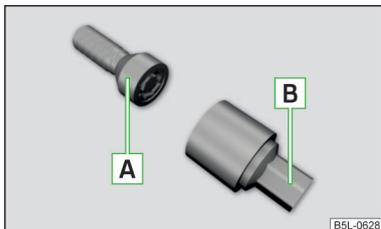

Fig. 183
Os parafusos anti-roubo da roda protegem as rodas de serem roubadas. Estes só podem ser **soltos/apertados** com a peça de encaixe **B** » Fig. 183.
- » Colocar a peça de encaixe **B** » Fig. 183 até ao batente no parafuso anti-roubo da roda **A**.
- » Coloque a chave de rodas até ao batente no parafuso da roda. Utilizar para os parafusos anti-roubo da roda a peça de encaixe associada » Fig. 183 na página 160.